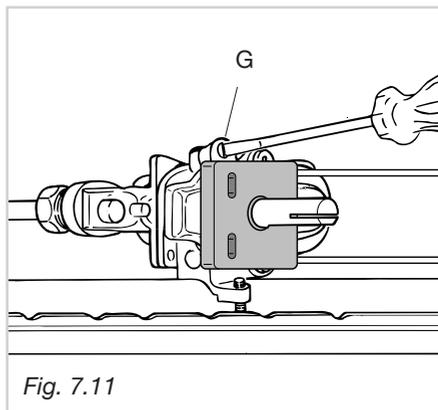

Fig. 7.11
- Sfilare la manopola del termostato e passando attraverso il foro del frontale con un cacciavite a taglio, svitare di circa un giro la vite by-pass G (fig. 7.11).
- Avvitare lentamente la vite by-pass G (fig. 7.11) fino all'ottenimento di una fiamma lunga 3-4 mm.